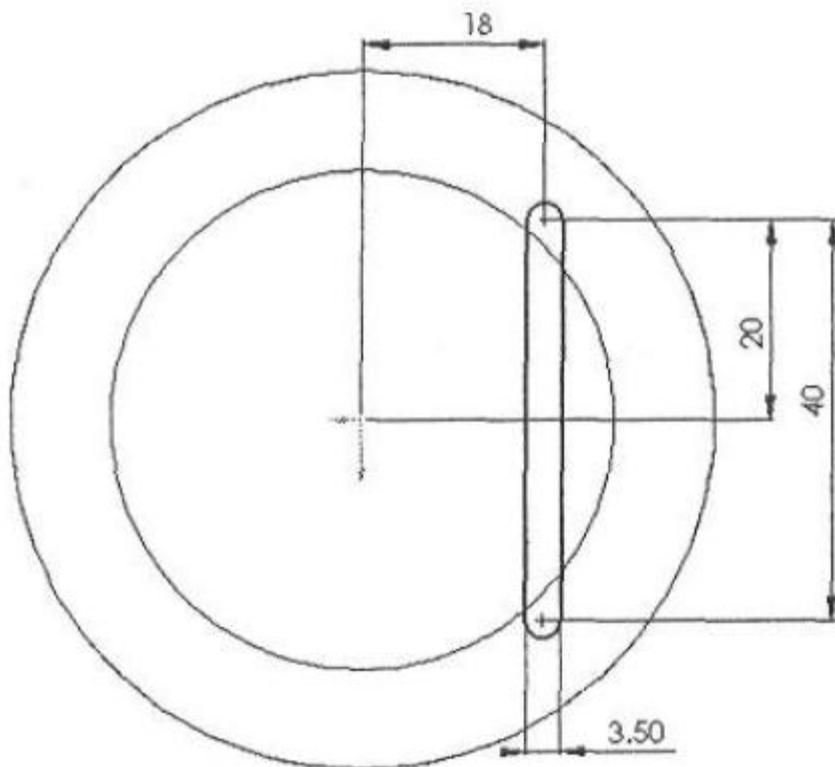

Рис. 4.33. Эскиз для выреза
6. Создайте вырез на верхней плоской грани основания (рис. 4.33).
2. Начертите эскиз выреза и добавьте к нему необходимые связи и размеры (рис. 4.33).